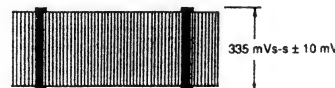

Abb. 4-103
(1) AGC-Abgleich (Abb. 4-103, 4-151)